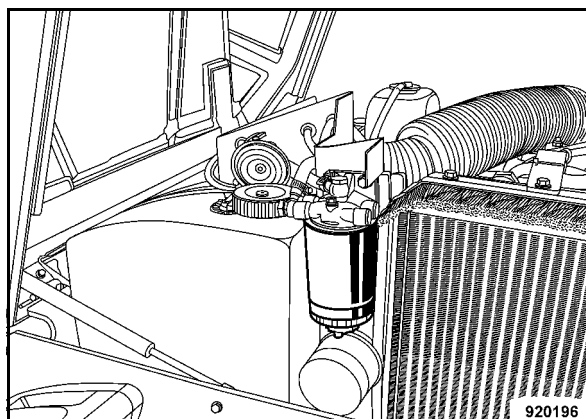

Fig. 122
- Soltar y desenroscar el cartucho filtrante de combustible (Fig. 122).